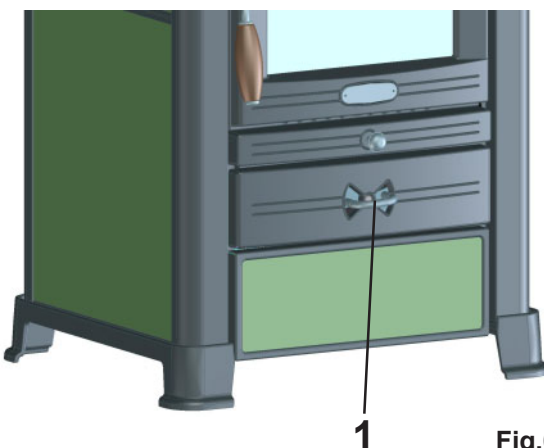

Fig. 6.2
Il est ensuite nécessaire de maintenir la régulation de l'air primaire en position légèrement ouverte (Fig. 6.2), pendant 4 heures au moins.
Para ello es necesario mantener la regulación de aire primario en posición apenas abierta (Fig. 6.2) durante 4 horas como mínimo.
- Placer la régulation de l'air primaire sur la position entièrement ouverte. (Fig. 6.2).
- Colocar la regulación del aire primario en posición "toda abierta" (Fig. 6.2).